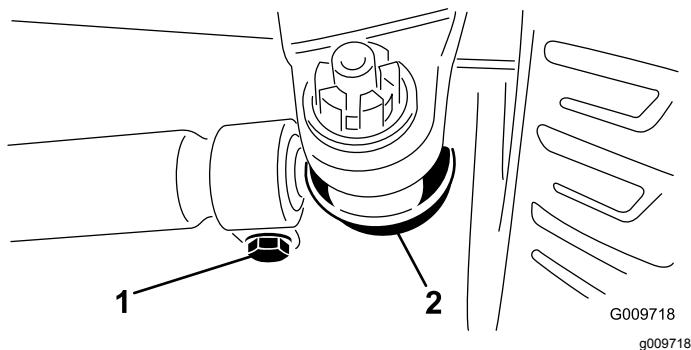

Figure 73
2. Pour le régler, retirez la goupille fendue et l'écrou de l'une des rotules de bielle (Figure 73). Déposez la rotule de bielle du support du corps d'essieu.
3. Desserrez les fixations aux deux extrémités des biellettes (Figure 73).